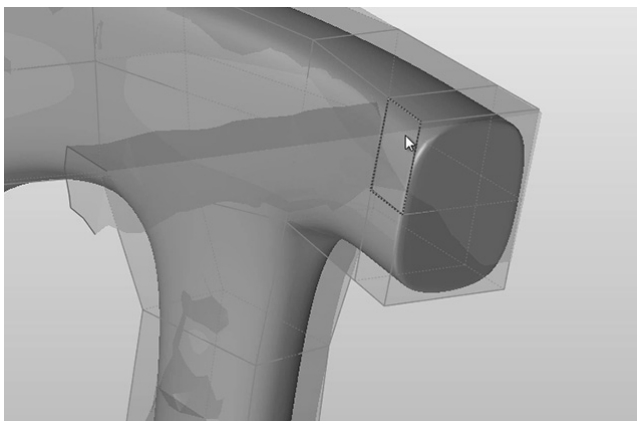

图 15-21
5) 选择二级功能区中的包覆工具，然后单击图 15-21 中所示的面。